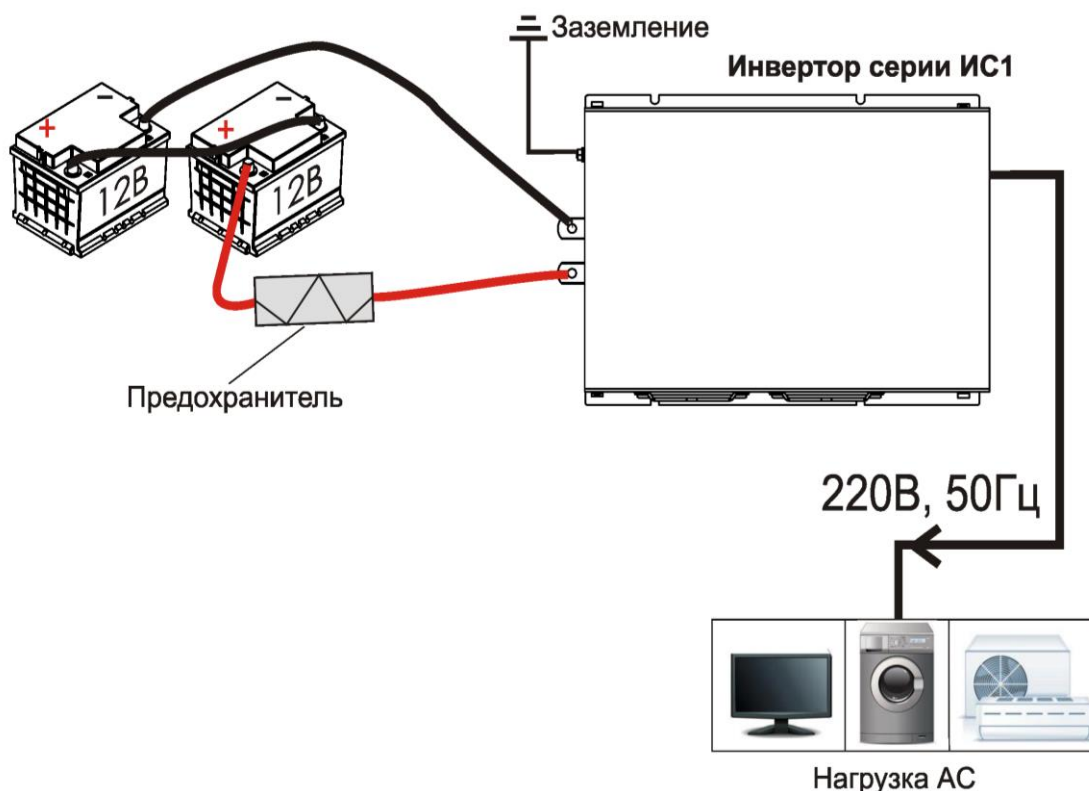

Рис.2. Схема подключения инверторов серии ИС1-XX-XXXX Р
- 6.6. Подключение преобразователя производится в следующем порядке согласно Рис.2:
- подсоедините преобразователь к аккумулятору с помощью штатных питающих кабелей через проходной предохранитель, расположенный непосредственно на плюсовой клемме аккумулятора (номинал предохранителя указан на Рис.2).